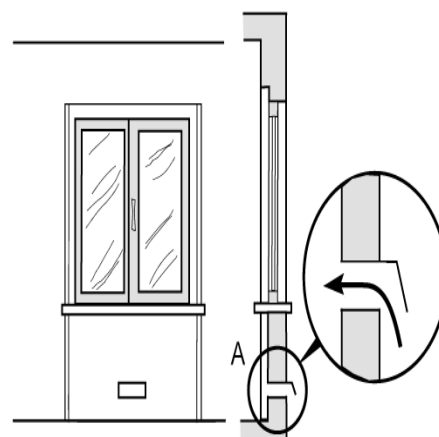

Fig.2
- ◆ Aerul poate pătrunde direct din exterior printr-o țevă, care are o construcție care previne posibilitatea de înfundare a țevii (fig.2).